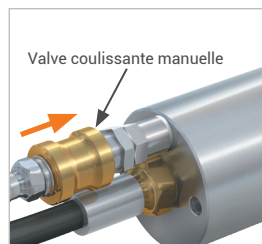

Figure 4
- ▶ Faites coulisser le manchon coulissant de la valve coulissante manuelle (Pos. 6) vers l'avant (Figure 4). La pression pilote est acheminée. Les joints frontaux élastiques (Pos. 7) sont comprimés et le connecteur s'ajuste automatiquement à la pièce d'essai afin d'établir une connexion étanche.